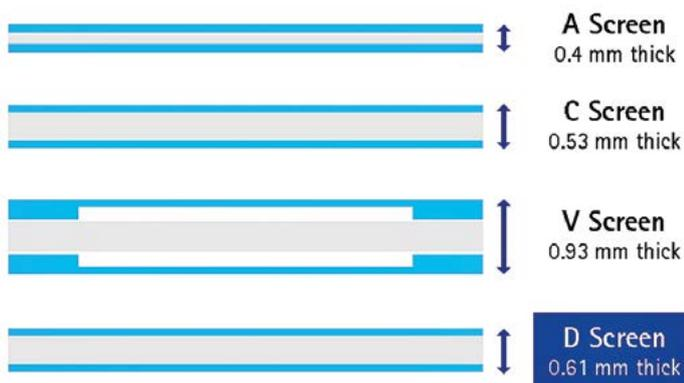

Figure 5: Pellicon Screens
Actuellement dans le format de cassette Pellicon, Merck propose 4 promoteurs de turbulence différents, A, C, D et V (figure 5).
- Le nouveau promoteur D contient un maillage large et modifié comparé au promoteur C (Figure 5). Ce promoteur a été conçu pour offrir une faible chute de pression sans avoir la même perte de performance de flux filtrat qu'en utilisant un promoteur "suspendu".
Les promoteurs sont utilisés pour augmenter la turbulence dans les veines liquides et pour améliorer le balayage des solutés retenus de la surface membranaire. Les veines liquides contenant des promoteurs de turbulence affichent des coefficients de transfert plus importants à des débits d'alimentation plus faible. Cela signifie que des flux filtrats plus importants sont atteints avec des besoins plus faibles de pompe. Les veines liquides contenant des promoteurs de turbulence sont donc plus efficaces que les veines liquides ouvertes. Les promoteurs plus fins améliorent le transfert de masse (flux filtrat plus important) mais augmente aussi avec la résistance au débit et donc la chute de pression (Figure 5).